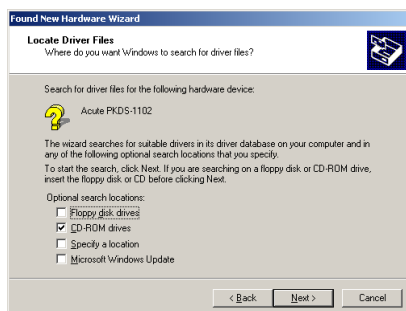

Figure 3
4. Выберите “CD-ROM Drive”, и нажмите “Next” (Figure 3).